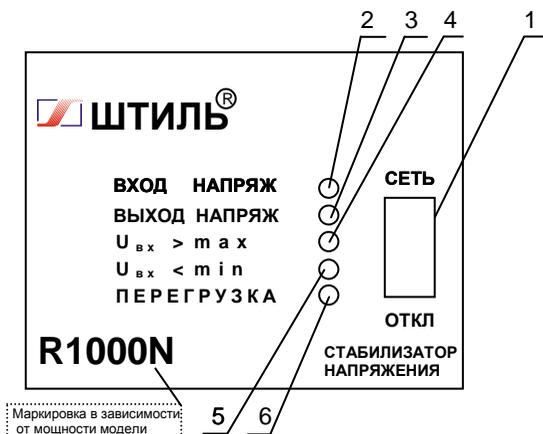

Рисунок 4.1 Передняя панель стабилизатора
На передней панели (рисунок 4.1) расположены выключатель СЕТЬ (1) и индикаторы: ВХОД НАПРЯЖ (2), ВЫХОД НАПРЯЖ (3), « $U_{вх} > max$ » (4), « $U_{вх} < min$ » (5), ПЕРЕГРУЗКА (6).